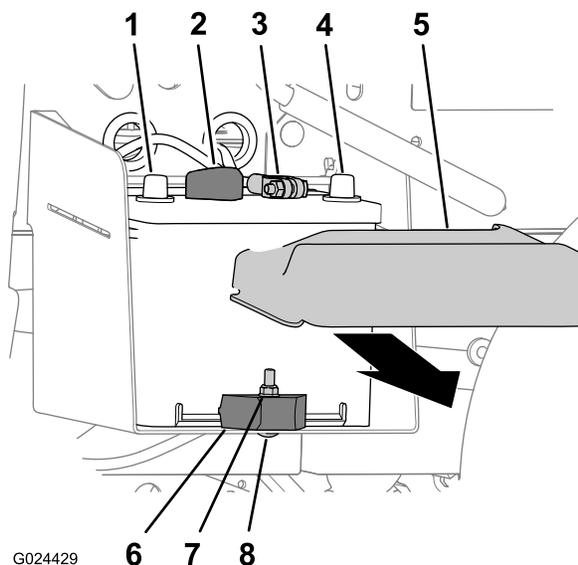

図 49
1. バッテリーカバーを両側からを押すようにしてバッテリー上部からカバーを外す (図 49)。
2. バッテリーのマイナス端子からマイナス-ケーブルを外す 図 49。
3. バッテリーのプラス端子からプラスケーブルを外す 図 49。
2. バッテリーをバッテリートレイに固定しているロックナット、キャリッジボルト、バッテリークランプを外す 図 49。
3. バッテリートレイからバッテリーを取り出す 図 49。
1. バッテリートレイにバッテリー載せる 図 49。
注 バッテリーのプラス端子とマイナス端子が 図 49のように整列するように取り付けること。
2. バッテリークランプ、キャリッジボルト、ロックナットを使って、バッテリーをバッテリートレイに固定する 図 49。
1. バッテリーのプラス+ケーブルをバッテリーのプラス端子に接続する 図 49。
2. バッテリーのマイナス-ケーブルをバッテリーのマイナス端子に接続する 図 49。
3. バッテリー上部に、バッテリーカバーを取り付ける 図 49。